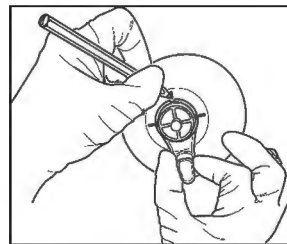

Figura 4
6. Așa cum este indicat în figura 4, cu clepsidra ELD centrată pe locul de injectare al expanderului tisular, faceți un semn cu un marker în fiecare dintre cele patru creștături de pe perimetrul anterior al suportului ELD.